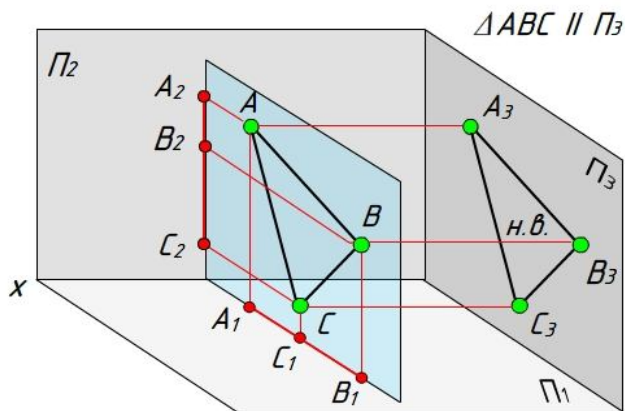

Рис. 2.12
2.3. Профильная уровня _____ (рис. 2.12).